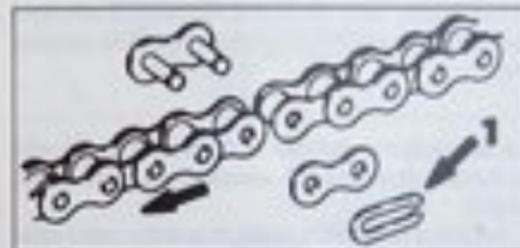

Fig. 17 - Molettina di arresto
- mediante una pinza rimuovere la molettina di arresto (1 fig. 17) e dopo aver tolto la maniglia di giunzione sfilare la catena.